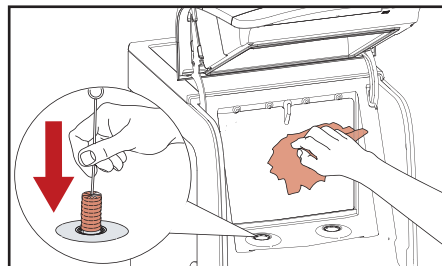

Fig. 5.9 - Rengøring af kølerum
4. Rengør doseringsåbningen med en børste og det indvendige kølerum med en fugtig, ren klud (fig. 5.9). Tør med en ren papirklud.